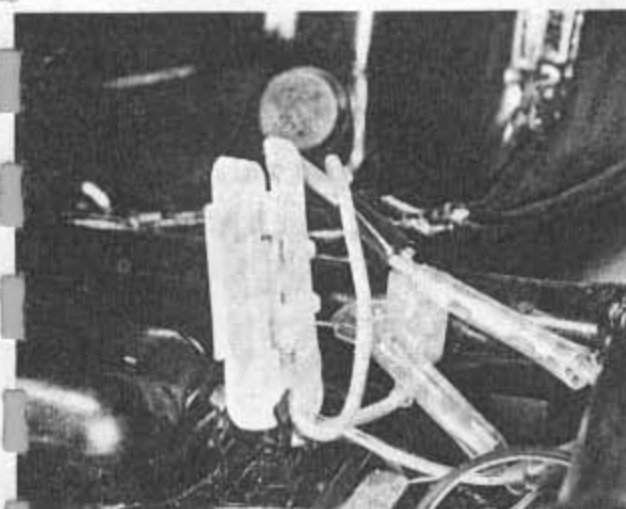

Bild 282
- Die elektrische Anlage enthält eine 15-Ampere-Sicherung, welche die Aufgabe hat, diese vor plötzlicher Überbelastung, z. B. durch Kurzschluss, zu schützen. Die Sicherung sitzt in einer Plastikhalterung unter der Sitzbank (Bild 282).